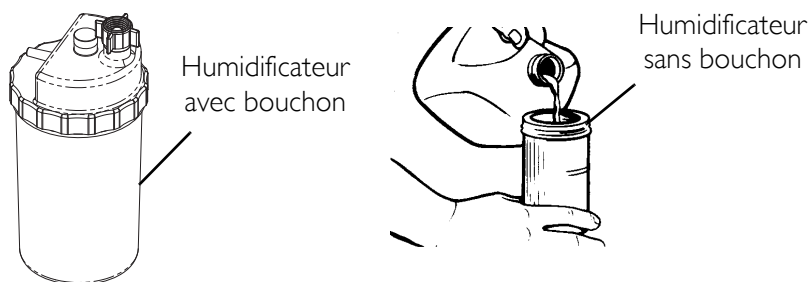
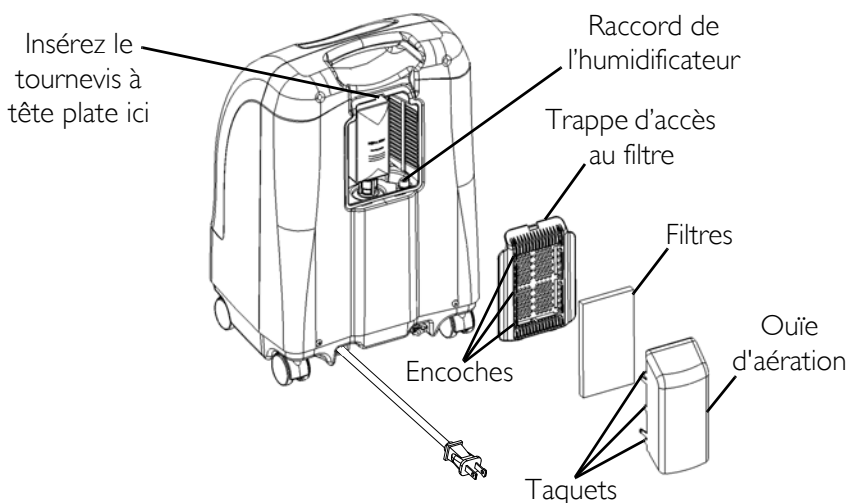
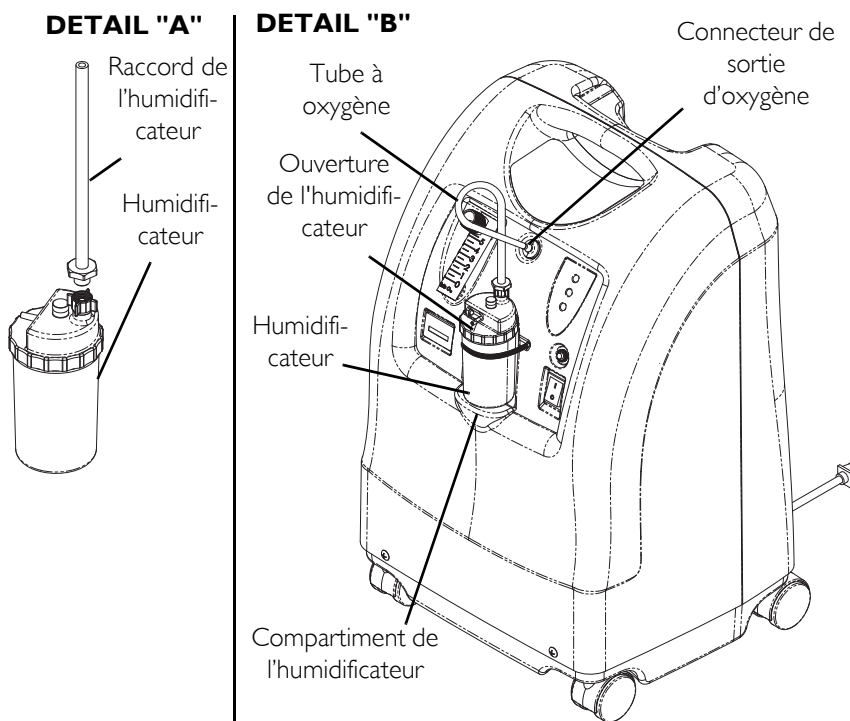

FIGURE 6.1 Remplissage de l'humidificateur
FIGURE 6.2 Adaptateur de l'humidificateur
FIGURE 6.3 Compartiment de l'humidificateur
REMARQUE : Pour cette procédure, se reporter à FIGURE 6.1, FIGURE 6.2 en page 53, FIGURE 6.3 en page 55.
3. Insérer un tournevis à tête plate dans la rainure plaque sur le bord supérieur de la trappe d'accès et soulever délicatement la porte d'accès du filtre pour ouvrir la trappe (FIGURE 6.2).
4. Retirer le raccord de l'humidificateur (FIGURE 6.2).
6. Fixez le raccord de l'humidificateur sur l'humidificateur en tournant la vis à oreilles de l'humidificateur dans le sens des aiguilles d'une montre jusqu'à ce qu'il soit bien fixé. Voir Détail "A" dans FIGURE 6.3.
- Lors de la mise en place du flacon de l'humidificateur dans le compartiment du concentrateur, fixer le tube de flacon/adaptateur d'humidificateur au raccord de sortie d'oxygène situé sur le concentrateur. Voir le détail « B » de la figure 6.3.
8. Fixer le tube d'alimentation de canule nasale du patient à la sortie du flacon d'humidificateur. Voir le détail « B » de la figure 6.3.